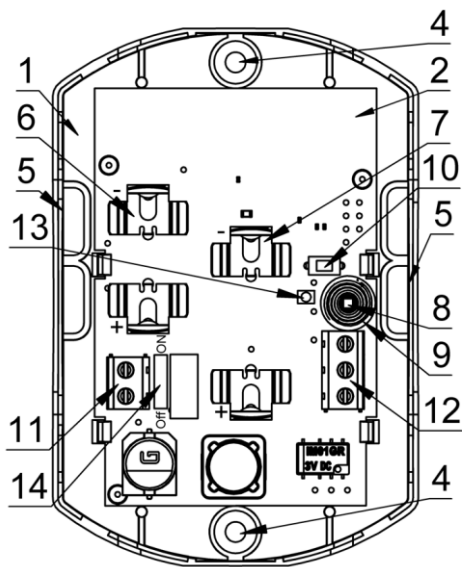

Рисунок 1. Плата УИАБ в корпусе основания.
УИАБ состоит из основания корпуса (1), (рис.1) установленной в нем печатной платы (2), и крышки (3). На основании корпуса (1) расположены: - два отверстия для крепления на плоскость охраняемой конструкции (4), - четыре отверстия для ввода проводов (5).